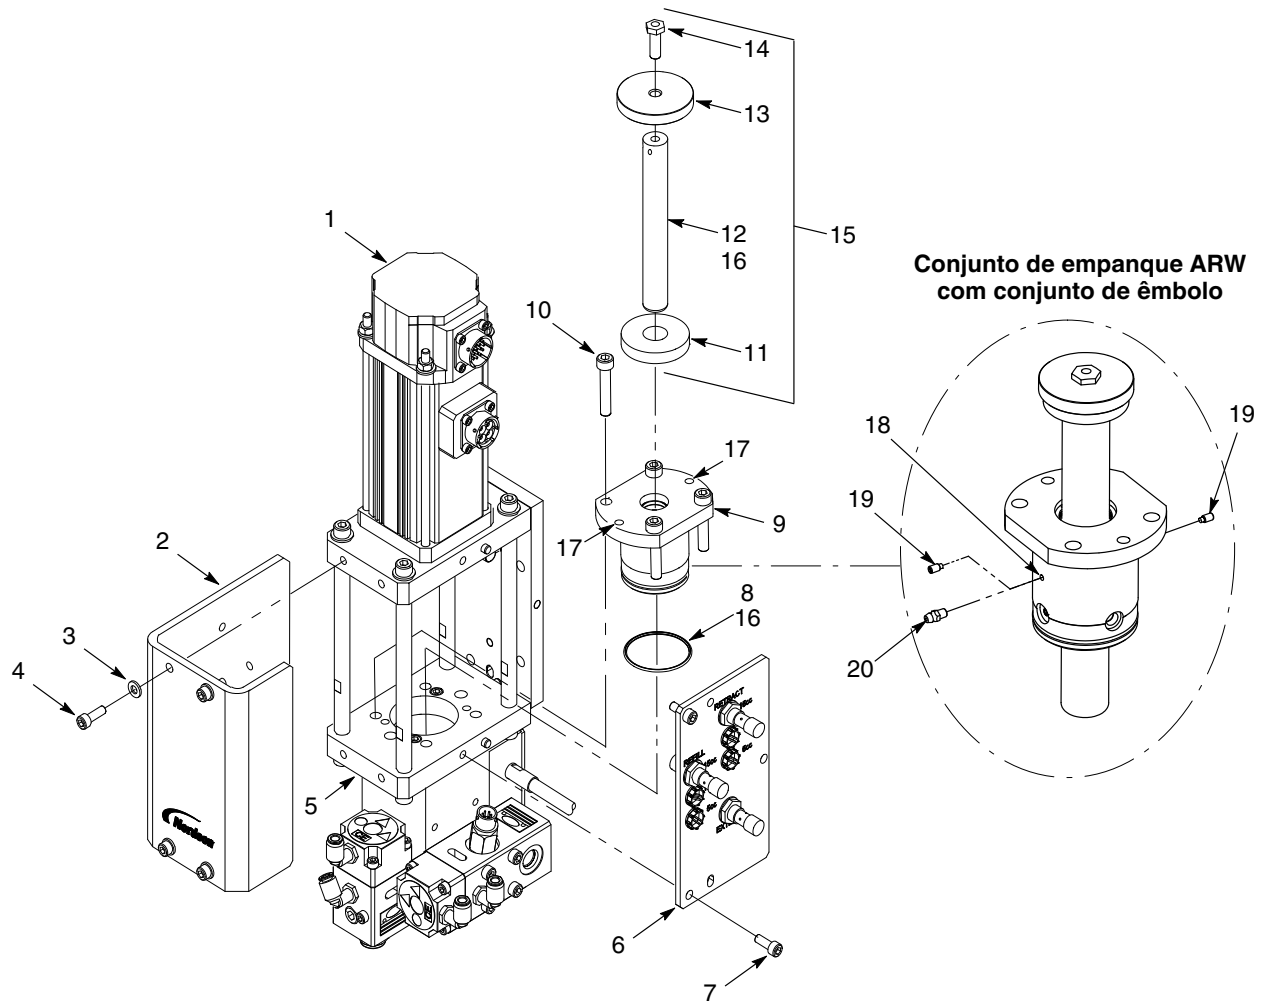

Figura 13 Reparações dos conjuntos de êmbolo e de empanques
2. Consulte a figura 13. Retire os parafusos (4) e as anilhas (3) que fixam a blindagem (2) ao atuador linear (1) e à flange do corpo (5).
3. Retire os parafusos (7) que fixam a placa de proximidade (6) ao atuador linear (1) e à flange do corpo (5).
4. Retire os parafusos (10) que fixam o conjunto de empanque (9) à flange do corpo (5). Se o conjunto de empanque não puder ser retirado da flange do corpo, realize o seguinte:
- a. Introduza dois parafusos (10) nos orifícios roscados (17) do conjunto de empanque.
5. Retire a junta tórica (8) do conjunto de empanque (9). Elimine a junta tórica.
6. Retire o conjunto de êmbolo (15) do conjunto de empanque (9), utilizando uma prensa de parafuso.
7. Desmonte o conjunto de êmbolo (15):
- a. Retire o amortecedor do êmbolo (11) do êmbolo (12).
- b. Introduza o pino da chave de bocas no furo do êmbolo (12). Retire o parafuso (14) que fixa o disco de proximidade (13) ao êmbolo (12).
1. Consulte a figura 13. Lubrifique junta tórica (8) do conjunto de empanque com massa lubrificante TFE (16).
2. Monte o conjunto de êmbolo (15):
- a. Monte o disco de proximidade (13) no êmbolo (12).
- b. Enrosque o parafuso (14) no êmbolo. Introduza o pino da chave de bocas no orifício do êmbolo e aperte o parafuso com 13,5 N•m (10 ft-lb).
- c. Monte o amortecedor do êmbolo (11) no êmbolo. Assegure que o amortecedor do êmbolo faz contacto com o disco de proximidade.
- d. Aplique massa lubrificante TFE (16) à haste do êmbolo.
3. Introduza o conjunto de êmbolo (15) no conjunto de empanque (9), utilizando uma prensa de parafuso.
- a. Utilize uma pistola de lubrificação para inserir massa lubrificante na união de massa lubrificante (20) montada na conexão de massa lubrificante (18) do conjunto de empanque até a massa lubrificante sair pela outra conexão de massa lubrificante.
- b. Remova a união de massa lubrificante e monte os parafusos de fixação (19) nas conexões de massa lubrificante até eles encostarem. Aperte os parafusos de fixação com 2,3-2,8 N•m (20-25 in-lb).